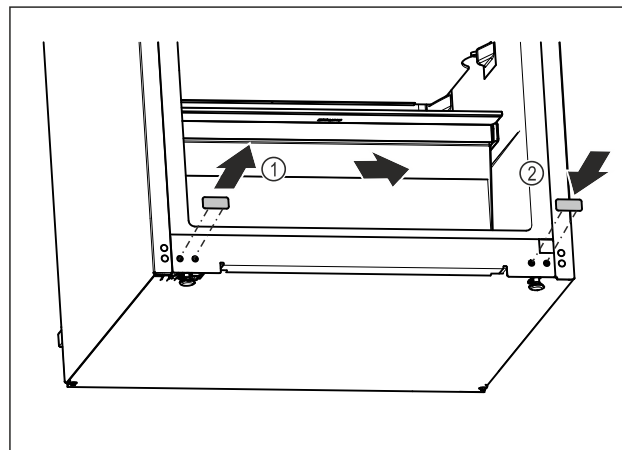

Fig. 12
- ▶ Издърпайте покриващата тапа. Fig. 12 (1)
- ▶ Поставете покриващата тапа от другата страна. Fig. 12 (2)